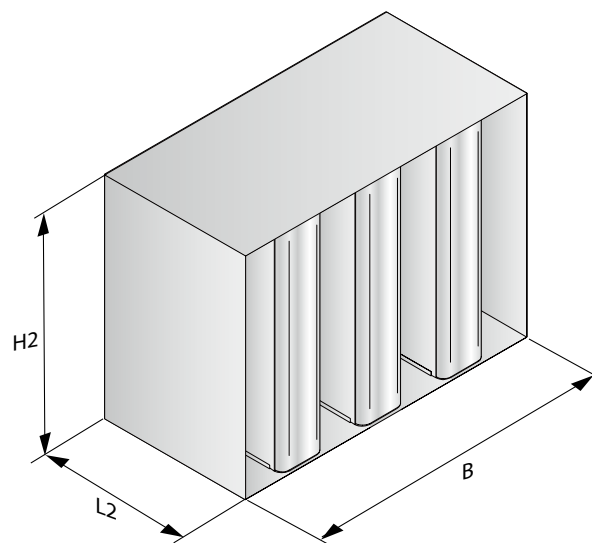

Abbildung 3. Maßzeichnung – CANTO-Leitblechset
* Die Modulgröße muss gleichmäßig durch die Kanalbreite (B) teilbar sein, siehe Abbildung 3.